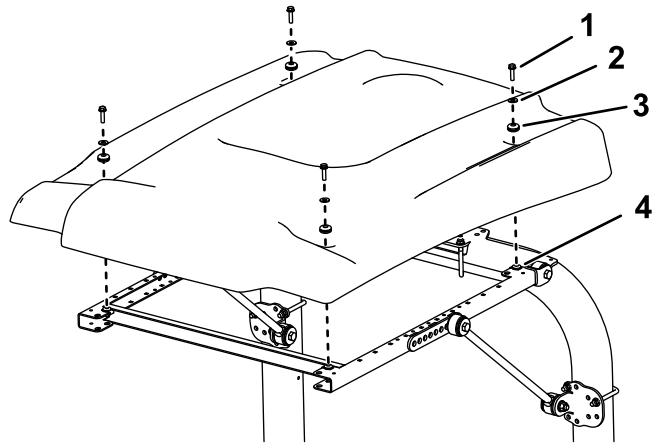

Figure 14
16. Lors de l'alignement des trous de fixation, positionnez le pare-soleil sur le cadre comme montré à la Figure 14.
17. Fixez légèrement chaque coin du pare-soleil au cadre avec un boulon à embase ($5/16$ " x $1\frac{1}{4}$ "), une petite rondelle et une bague (Figure 14).